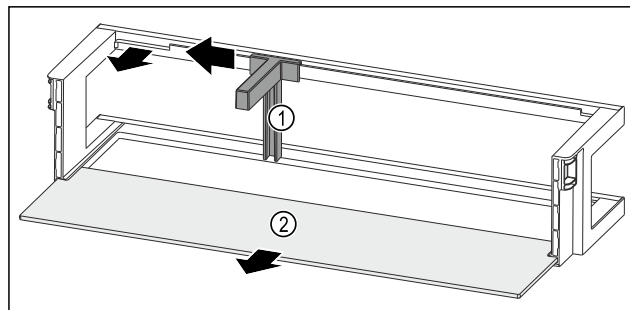

Fig. 199 Dveřní přihrádka s držákem lahví a odkládací plochou
- Držák lahví Fig. 199 (1) posuňte na stranu až k vybrání.
- Držák lahví Fig. 199 (1) odeberte.
- Odkládací plochu Fig. 199 (2) odeberte.